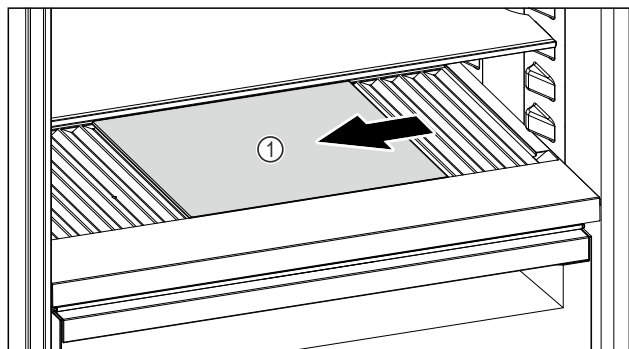

Fig. 252
- Pomaknite stekleno ploščo Fig. 252 (1) v levo, na sredino ali v desno.